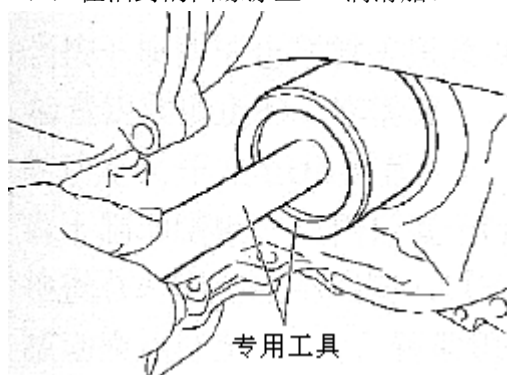

图 7-6
(1) 使用专用工具及手锤，安装新油封（在传动桥壳体上）（见图 7-6）。
(2) 在油封的凸缘涂上 MP 润滑脂。